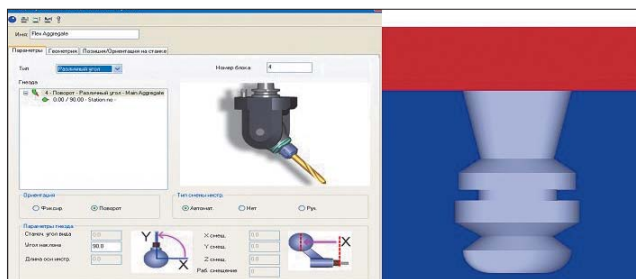

Рис. 2. *Mastercam* работает с любым инструментом, в том числе и нестандартной формы
*Mastercam* работает с режущими инструментами любого стандартного типа. Кроме того, вы сможете самостоятельно придумать и спроектировать инструмент: для этого необходимо лишь “нарисовать” профиль режущей части и сохранить его (рис. 2). Пользователь может выбирать инструменты из готовых библиотек или формировать собственную инструментальную базу. В системе реализована поддержка головок и специального инструмента для деревообработки.